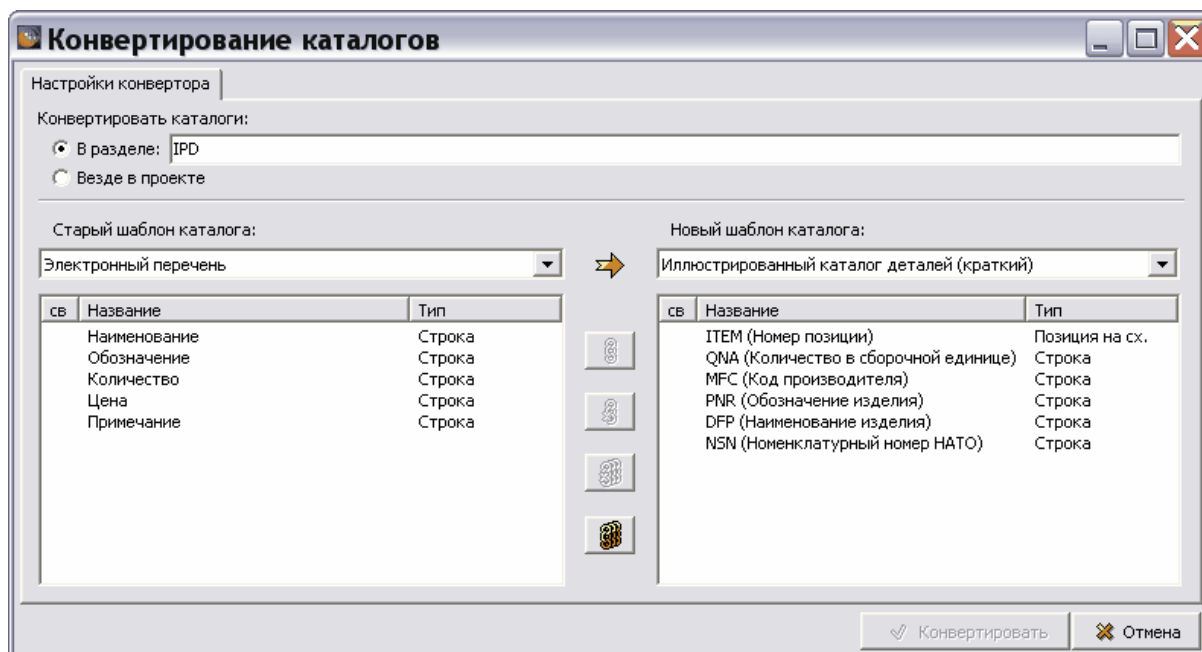

Рис. 4.77
6. Если в шаблоне проекта имеется шаблон электронного каталога, который необходимо заменить, и шаблон ЭК для замены, то откроется окно **Конвертирование каталогов** (рис. 4.77). Окно **Конвертирование каталогов** напоминает окно **Соответствие атрибутов**, рассмотренное в разделе 4.4.3 «Импорт данных в каталог из MS Excel».